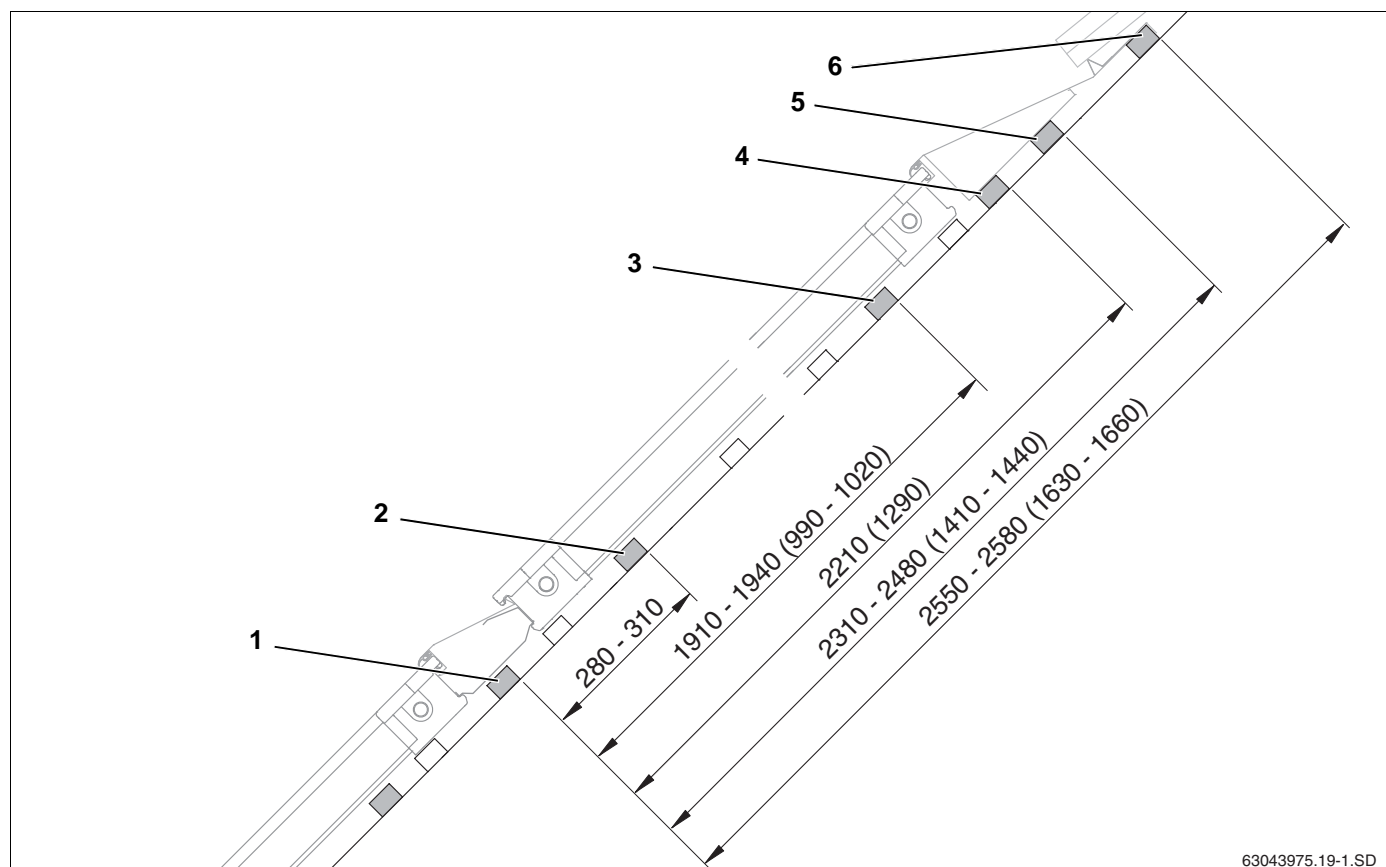

Fig. 15 Afstand mellem de ekstra taglægte ved montering i flere rækker (mål i mm, værdier i parenteserne = vandret udførelse)
Den fjerde ekstra taglægte i enrække-monteringen er samtidig den første taglægte i rækken ovenover (fig. 15, **pos. 1**), og den skal bruges til nedskridningssikringen for den øverste solfangerrække.
- ▶ Anbring den anden taglægte til nedholderne på siden (fig. 15, **pos. 2**).
- ▶ Anbring den tredje taglægte foroven til nedholderne på siden (fig. 15, **pos. 3**).
- ▶ Anbring den fjerde taglægte til understøttelse af styroporkilen til de øverste dækplader (fig. 15, **pos. 4**).
- ▶ Anbring den femte taglægte til understøttelse af de øverste dækplader (fig. 15, **pos. 5**).
- ▶ Anbring den sjette taglægte til understøttelse og fastgøring af de øverste dækplader (fig. 15, **pos. 6**).